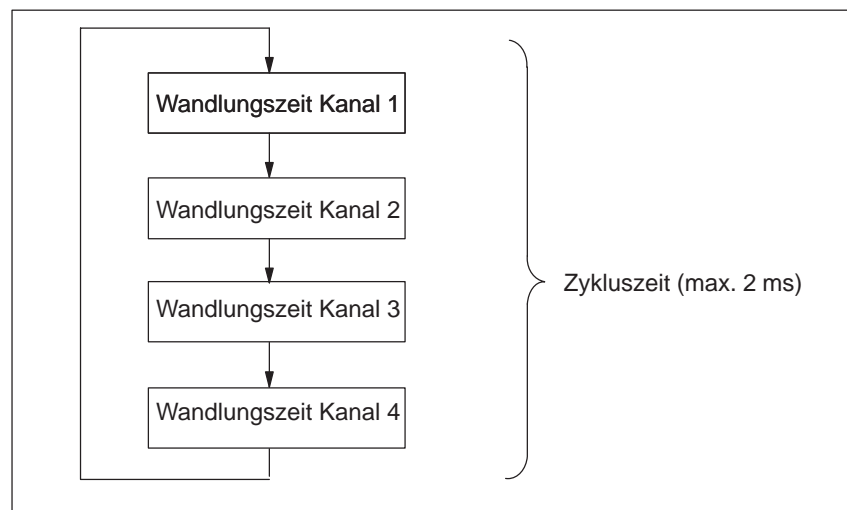

Bild 7-19 Zykluszeit der Analogeingabe
- Bild 7-19 zeigt im Überblick, woraus sich die Zykluszeit für eine 4-kanalige Analogeingabe zusammensetzt.